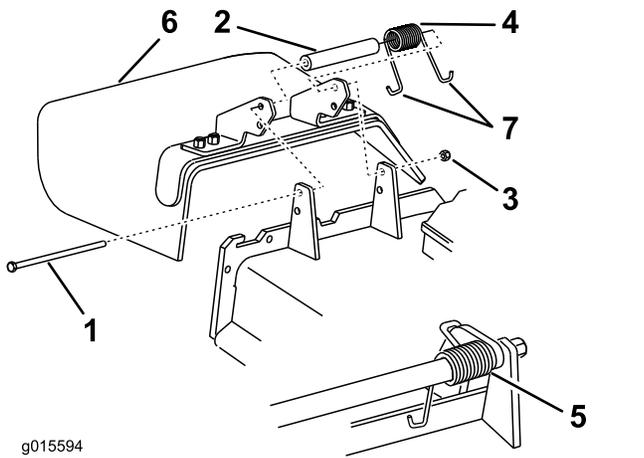

Figure 121
1. Retirez le contre-écrou, le boulon, le ressort et l'entretoise qui fixent le déflecteur aux supports de pivot (Figure 121).
- Déposez le déflecteur d'herbe s'il est endommagé ou usé (Figure 121).
**Remarque:** Prenez soin de placer une extrémité en J du ressort derrière le bord du plateau avant de mettre le boulon en place, comme montré à la Figure 121.
- Accrochez une extrémité en J du ressort au déflecteur d'herbe (Figure 121).